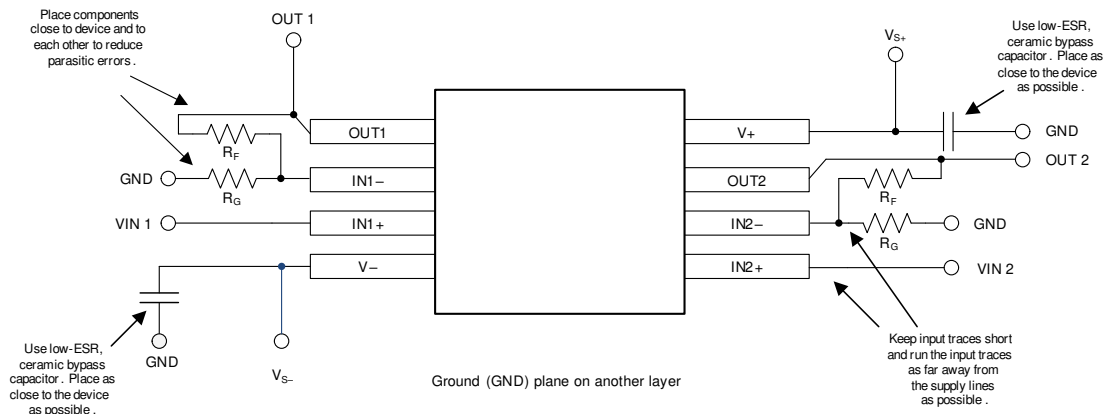

図 10-2. レイアウト例
- 外付け部品は、可能な限りデバイスに近く配置します (図 10-2 を参照)。 R_F と R_G を反転入力に近付けて配置すると、寄生容量を最小化できます。